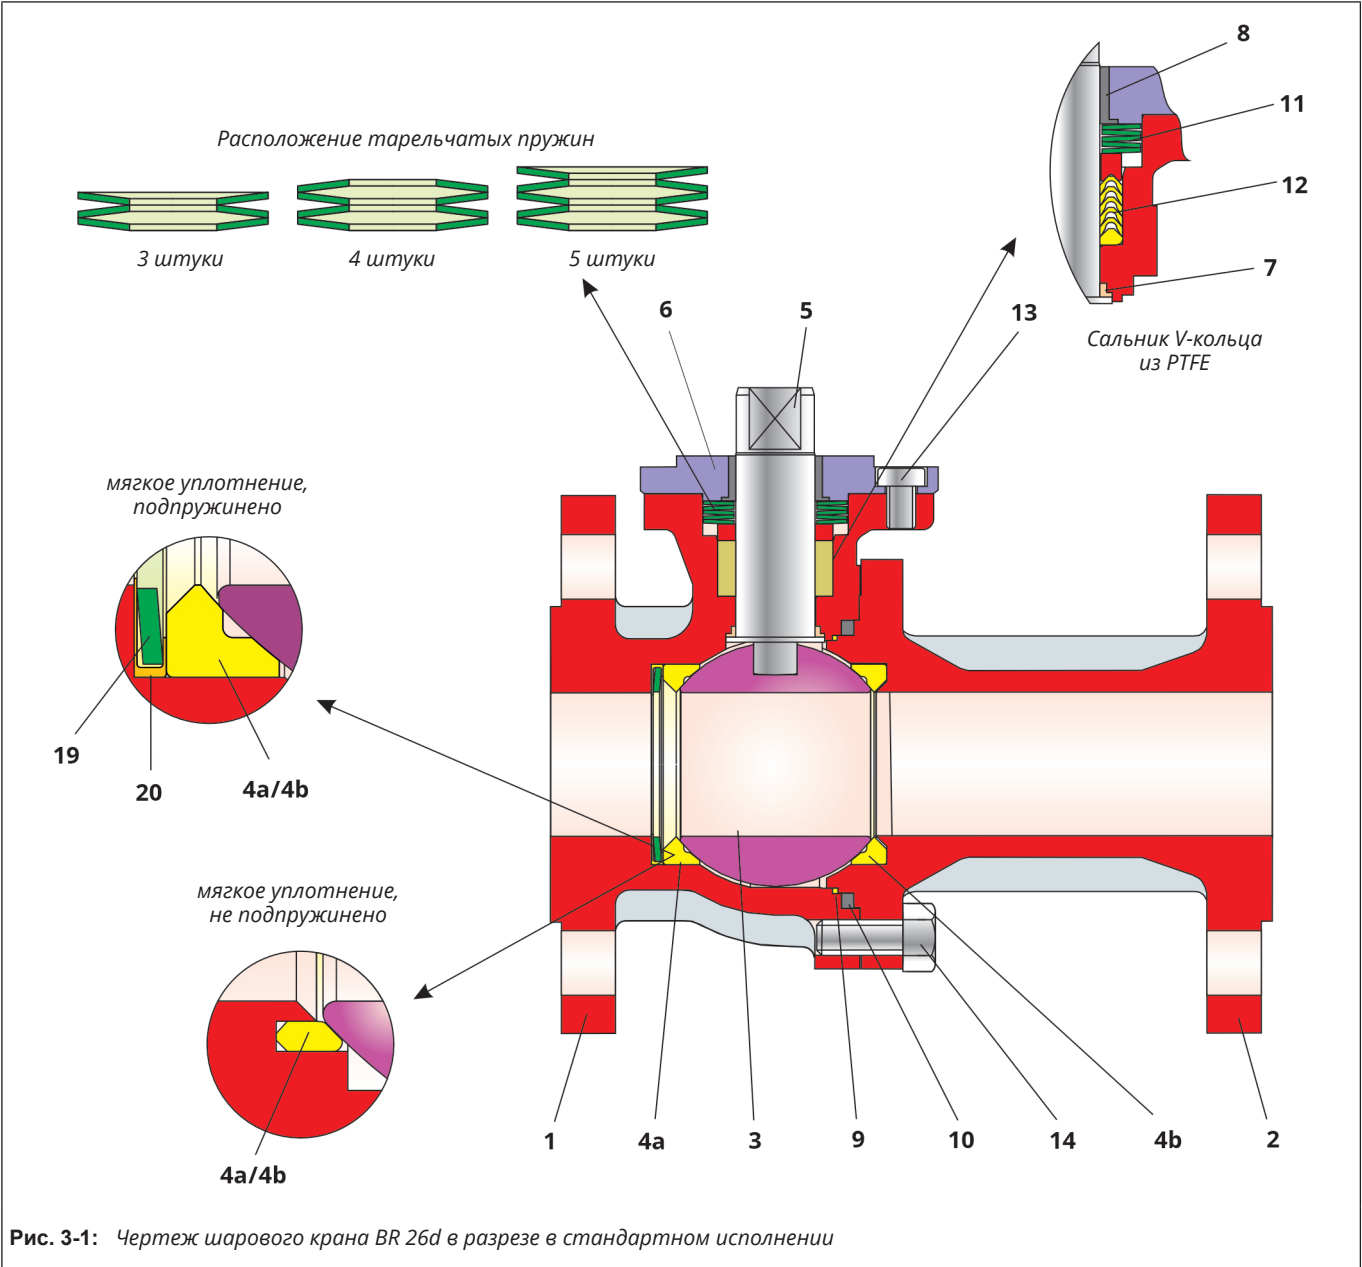

Рис. 3-1: Чертеж шарового крана BR 26d в разрезе в стандартном исполнении
- ⇒ Установите легким вращательным движением уплотнение сальник V-кольца из PTFE (12) на рабочий вал (5) и установите его в гнездо для сальника в основном корпусе (1). Расположение и количество V-манжет см. на рис. 3-1.
- ⇒ Установите комплект тарельчатых пружин (11) на уплотнение (12). Расположение и количество тарельчатых пружин см. на рис. 3-1.